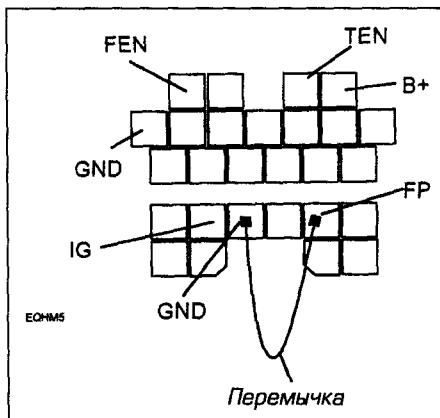

Рис. 11.11. Для пуска топливного насоса при проверке давления в системе замкните контакты GND и FP диагностического разъема
- Для тестирования можно включить реле топливного насоса, замкнув контакты FP и GND диагностического разъема (см. рис. 11.11).